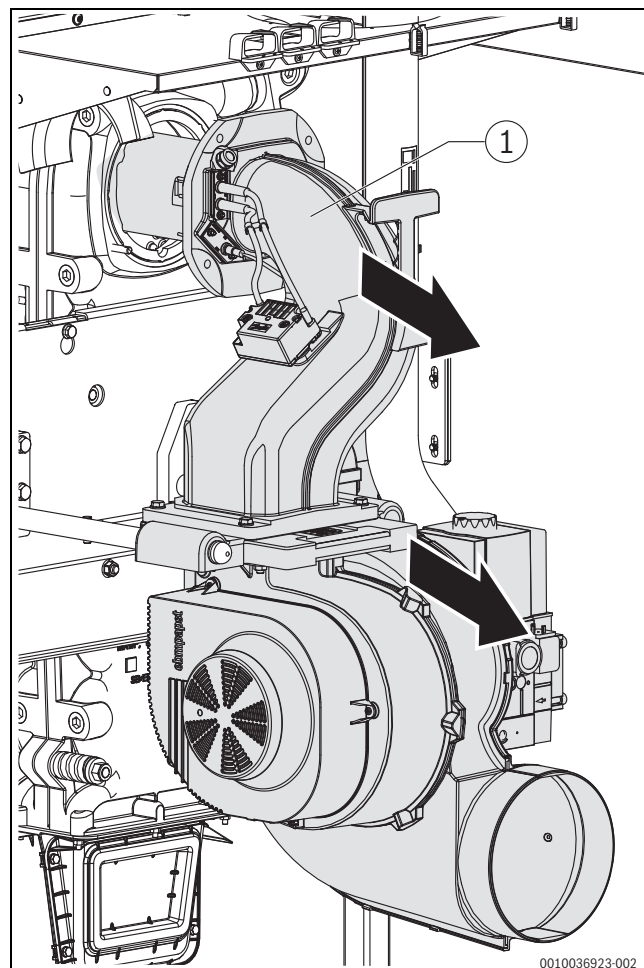

Fig. 62 Puxar o queimador para trás
- ▶ Puxar para trás o coletor de mistura com tubo do queimador e ventilador até à posição final (o-ring no parafuso guia) (→fig. 62).